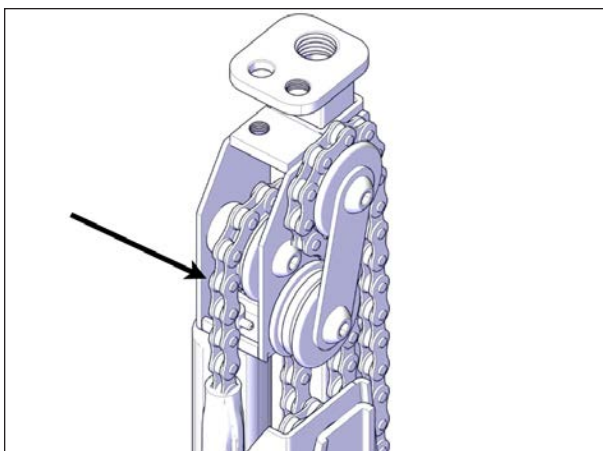

FIGURE 75: CHAINES DES VÉRINS À GRAISSER
8. Vérifier si les chaînes des vérins présentent des signes de détérioration. Le cas échéant, contacter votre détaillant Covana, voir Figure 75.